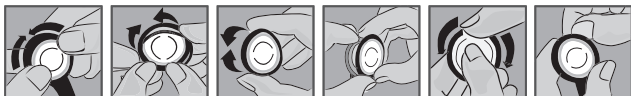

Fig. 3
4. Una volta infilate le cuffie auricolari nelle orecchie, i tubi devono essere rivolti in avanti, come illustrato nella Fig. 3. Se le cuffie auricolari dello stetoscopio non vengono indossate correttamente, la tenuta acustica può essere compromessa e, in alcuni casi, la ricezione sonora può bloccarsi completamente.